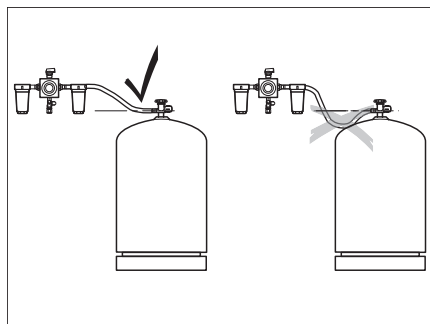

Bild 72 Verlegen der Hochdruckschläuche
- ▷ Beim Verlegen der Hochdruckschläuche darauf achten, dass die Schläuche stetig steigen (Bild 72).